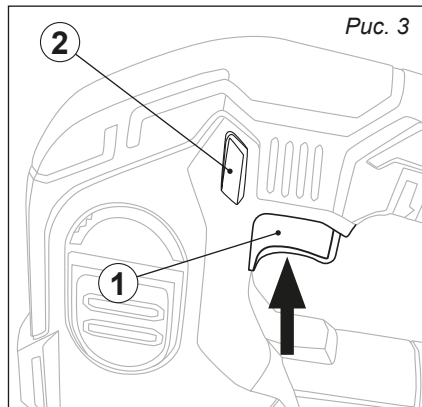

Рис. 3
Включение производится с помощью нажатия на выключатель ① (рис. 3). Для отключения необходимо отпустить выключатель.
Для фиксации выключателя в нажатом состоянии, полностью нажмите клавишу выключателя, сместите клавишу фиксатора (2) (рис. 3) влево или вправо, удерживая клавишу фиксатора в нажатом состоянии отпустите клавишу выключателя, выключатель зафиксируется.